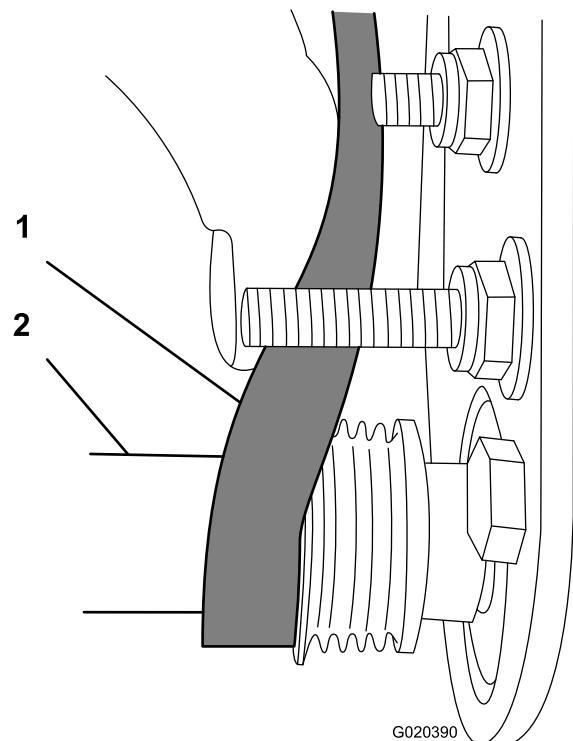

Bild 27
- C. Drehen Sie die Bürste mit einem 9/16"-Sechskantschlüssel und verlegen Sie den Riemen auf der Antriebsriemenscheibe (Bild 27).